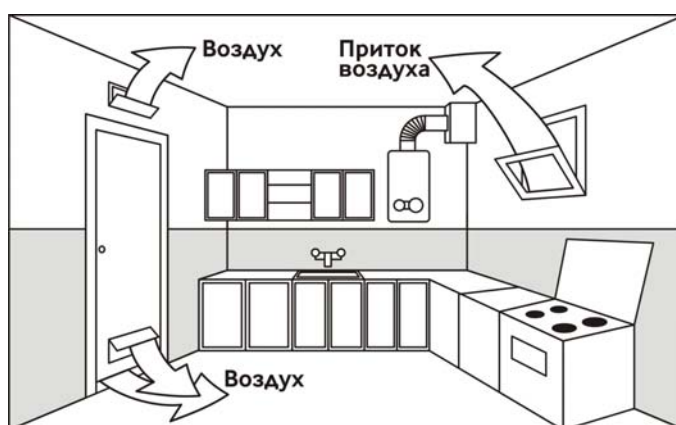

Рисунок 5. Место установки аппарата
**5.1.3** При работе аппарата происходит сжигание кислорода в помещении. Поэтому оно должно иметь окно с форточкой для постоянного притока свежего воздуха во время работы водонагревателя. Решетки или щель в нижней части стены не должны наглухо закрываться (Рис. 5).
- Газоотводящая труба должна быть изготовлена из жаропрочных и коррозионностойких материалов, таких как: нержавеющая сталь, оцинкованная сталь, эмалированная сталь, алюминий с толщиной стенки не менее 0,5 мм. Необходимо убедиться в том, что в дымоходе имеется действительно хорошая тяга. (см. рис. 5).